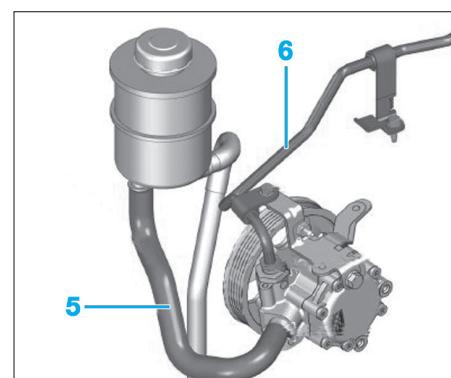
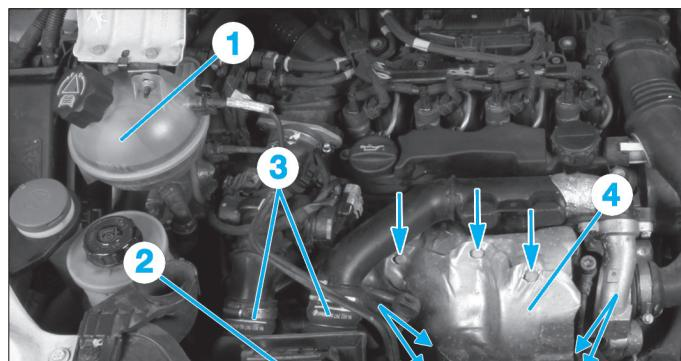
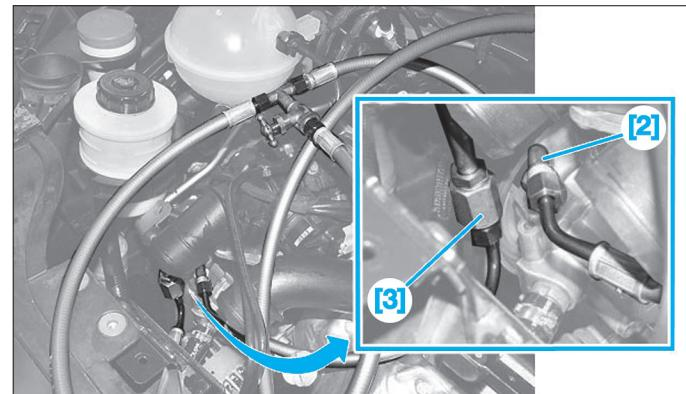

Fig. 17
Fig. 16
Fig. 23
- les manchons (3),
- l'écran thermique (4) du collecteur d'échappement.
- Mettre en place un pince durit sur la canalisation d'alimentation basse pression (5) de la pompe de direction assistée (Fig.17).
- Desserrer la canalisation haute pression (6) d'assistance de direction.
- le vase d'expansion (1) (Fig.16),
- la boîtier relais (2).
- Déposer les manchons (3).
- Desserrer et désaccoupler la canalisation haute pression (6) d'assistance de direction.
- Visser le raccord [2] sur la pompe de direction assistée et le raccord [3] sur la canalisation haute pression (Fig.23).